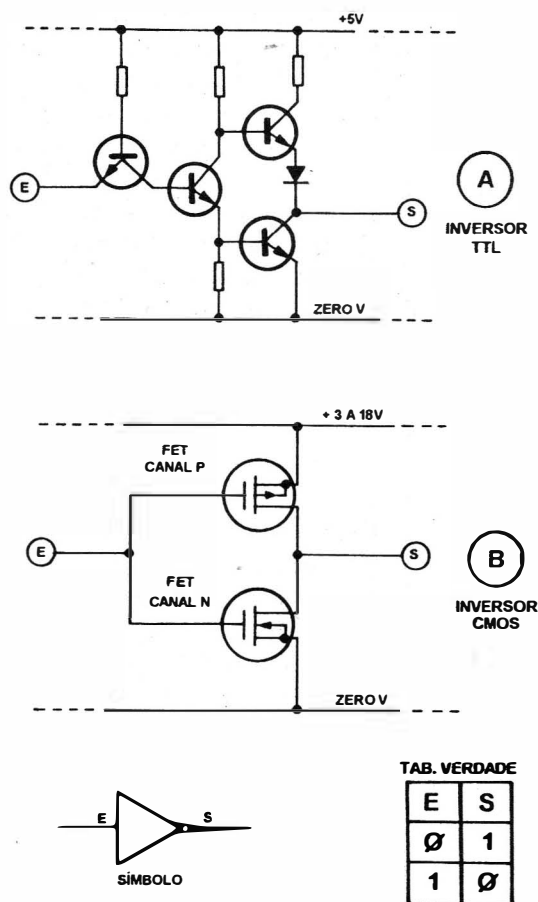

FIG. 17
- FIG. 17 - COMO SÃO FEITOS MESMO OS BLOCOS DIGITAIS INTEGRADOS - SUAS PRINCIPAIS "FAMÍLIAS"... - Existem várias possibilidades industriais para a construção prática dos blocos digitais a partir de